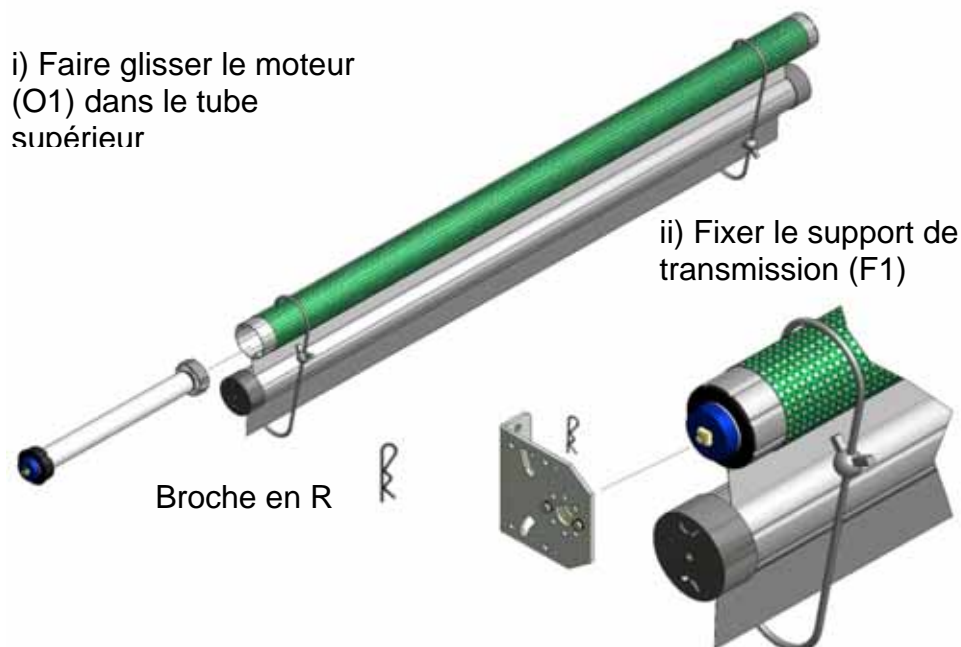

Figure 7, Moteur inséré dans le tube supérieur et support de transmission fixé
6. Insérez l'ensemble du moteur dans l'extrémité motrice du tube supérieur, puis fixer le support mural de l'extrémité motrice au moteur à l'aide de la broche en R, comme indiqué dans la figure 7.